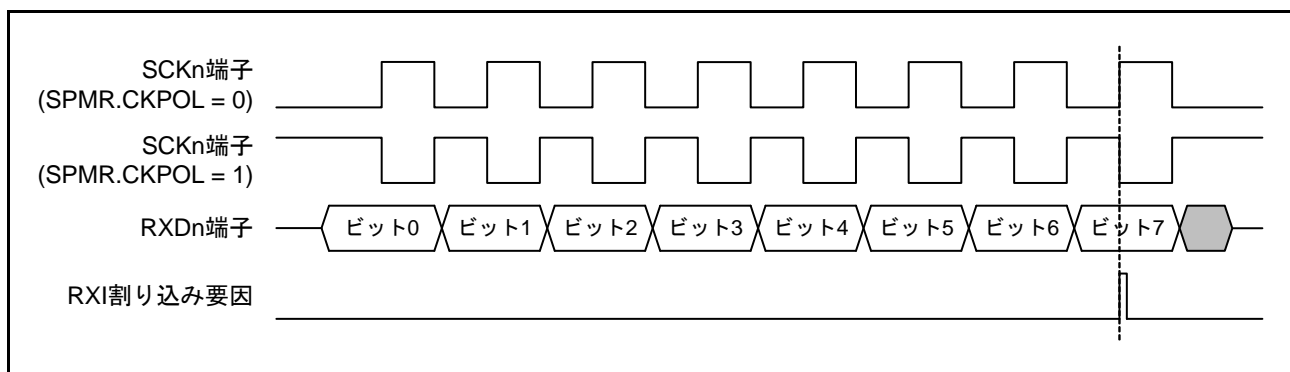

図 23.80 簡易 SPI モード (クロック遅れあり) RXI 割り込み発生タイミング
- クロック遅れあり設定 (SPMR.CKPH ビット = 1) の場合、図 23.80 に示すように SCKn 端子の最終クロックエッジ手前のクロックエッジで受信データフル割り込み (RXI) が発生します。このとき、SCR レジスタの TE、RE ビットを SCKn 端子の最終クロックエッジより前に“0”に設定すると SCKn 端子出力がハイインピーダンスとなり、最終送受信クロックのクロックパルス幅が短くなります。また、RXI 割り込み後、SCKn 端子の最終クロックエッジより前に接続先スレーブに対する SSn# 端子入力信号を High にするとスレーブが誤動作する可能性があります。